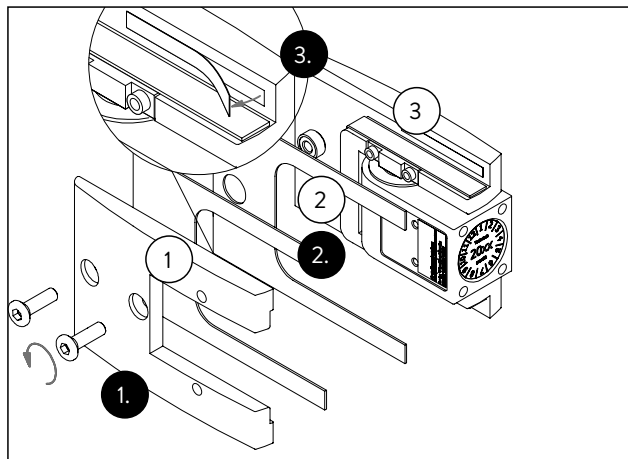

Fig. 22 Preparazione della cerniera per porta a vento
1. Svitare la contropiastra (Fig. 22/1).
2. Scegliere gli strati intermedi adeguati (Fig. 22/2) in base allo spessore del vetro (vedere la tabella al Capitolo 4.2).
3. Rimuovere le pellicole protettive delle strisce adesive sulla piastra portante e sulla contropiastra (Fig. 22/1 e Fig. 22/3).